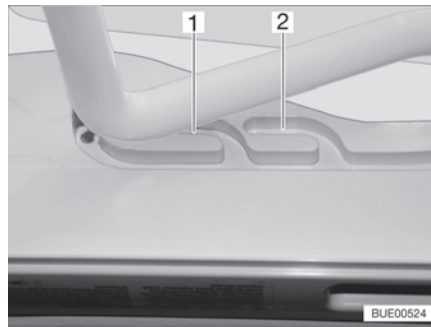
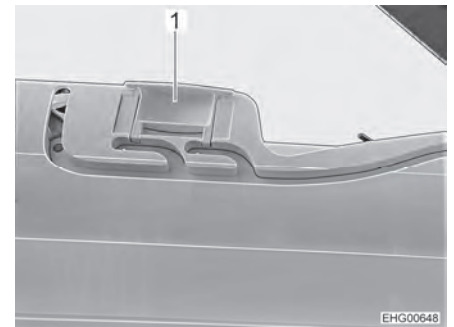

Bild 56 Führung (Lüftungsstellung)
Bild 57 Verriegelung (Lüftungsstellung)
Die Heki-Dachhaube kann in zwei Lüftungsstellungen gebracht werden: Schlechtwetterstellung (Bild 56,1) und Mittelstellung (Bild 56,2). Je nach Modell kann die Dachhaube in der Mittelstellung mit den beiden Riegeln (Bild 57,1) links und rechts am Rahmen der Dachhaube verriegelt werden.
- Den Bügel leicht nach oben drücken und in die gewählte Führung (Bild 56,1 oder 2) schieben und ggf. verriegeln.